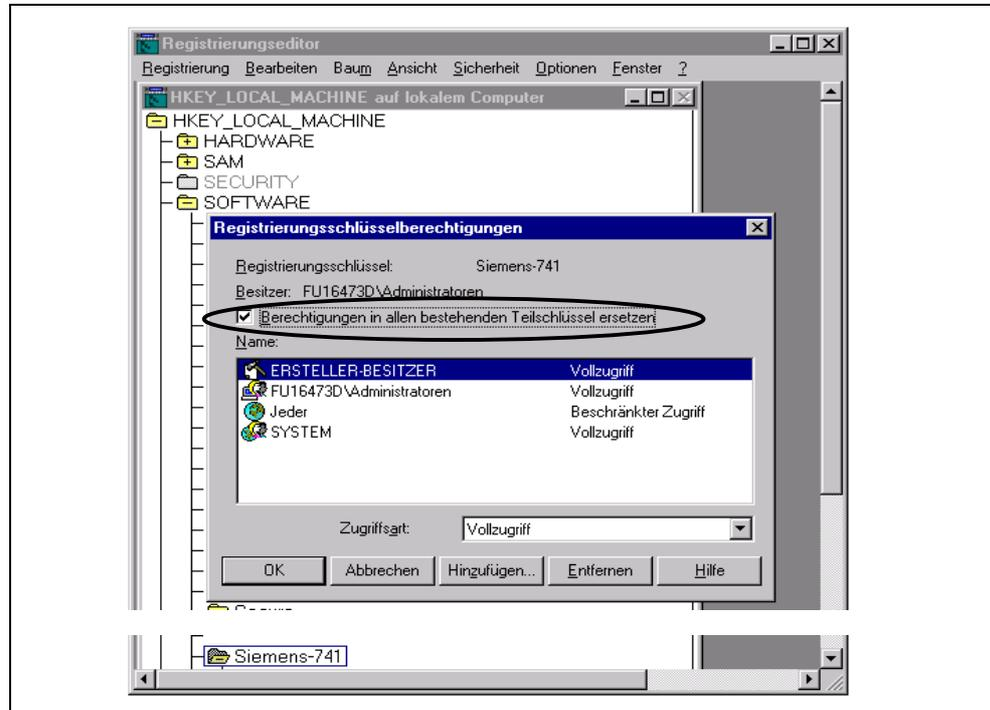

Bild 2-12 Fenster Registrierungsschlüsselberechtigungen
3. In der Menüleiste „Sicherheit“ anwählen (siehe Bild 2-11). Es erscheint das Fenster Registrierungsschlüsselberechtigungen. In diesem Fenster die Option „Berechtigungen...“ einschalten und den User auswählen, für den die Berechtigung hinzugefügt werden soll (siehe Bild 2-12).